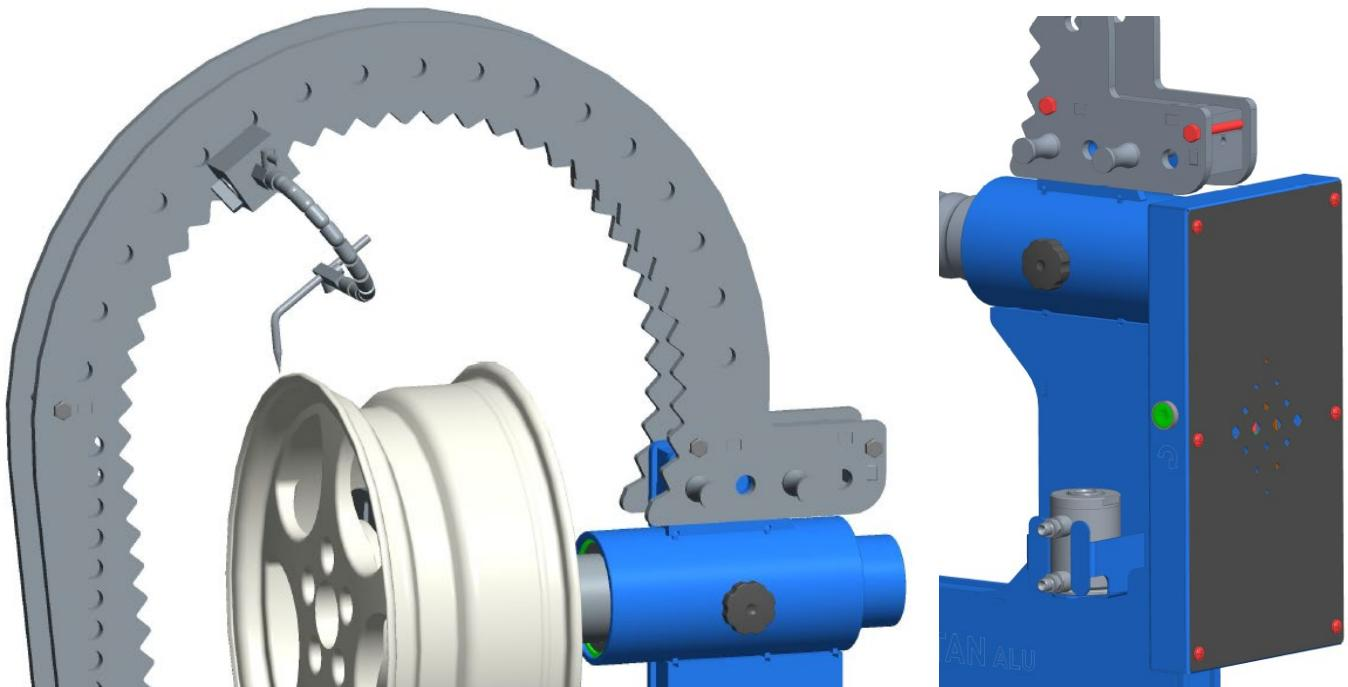

Рисунок 7.3 - Определение места деформации диска
7.3 Установить магнитную стойку с указателем биения на боковую поверхность моста, недалеко от места деформации диска. Подвести его заостренное окончание к ободу диска и зафиксировать в этом положении (рисунок 7.3). Вращая колесо рукой, или нажать кнопку «Вращение» (KC708-20), отметьте те точки на ободе, где остриё указателя начинает отдаляться от поверхности обода или наоборот мешает вращению. Сектор, расположенный между полученными отметками, является зоной правки. Отведите остриё указателя биения из рабочей зоны.